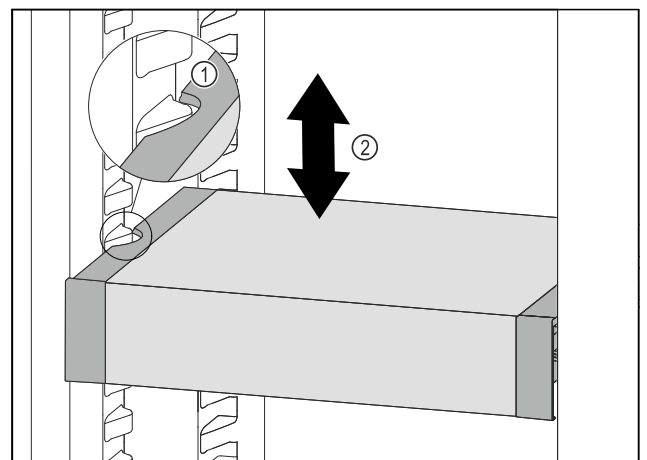

Fig. 83
- VarioSafe nach vorne ziehen, bis sich die seitlichen Aussparungen des VarioSafes auf Höhe der Behälterrippe im Kühlteil befinden. Fig. 83 (1)
- VarioSafe im Kühlteil nach oben oder unten bewegen, bis gewünschte Höhe erreicht ist. Fig. 83 (2)